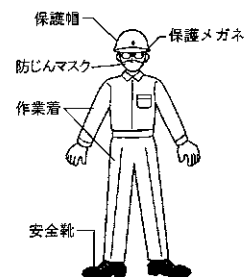

図1
- 作業に適した服装をしてください。(図1)
- 常に保護メガネを着用してください。(図1)
- 防じんマスクを着用してください。(図1)